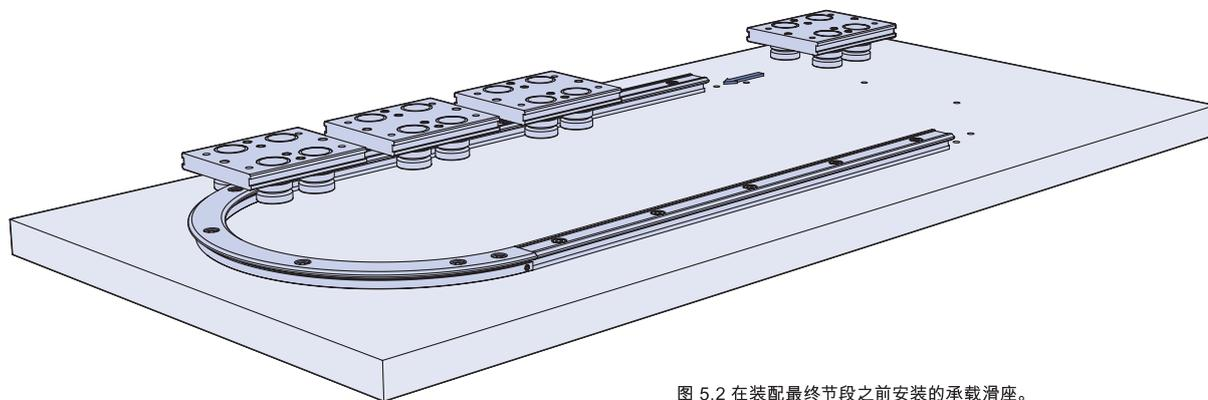

图 5.2 在装配最终节段之前安装的承载滑座。
5.2 组装承载滑座板,可使用两种不同的方式。第一种如图 5.2 所示,提供经过了全面调节的承载滑座,并可在将最终环节段放置到位之前将其推送至滑道上。如果承载滑座板上安装了润滑装置,则需要将毛毡推按入润滑装置机体中,以确保承载滑座装配到轨道上。可使用小段橡皮筋,在将承载滑座板推送到滑道上的同时,将毛毡固定在其原位。完成此过程后,可切断橡皮筋,并将其从润滑装置上去除。